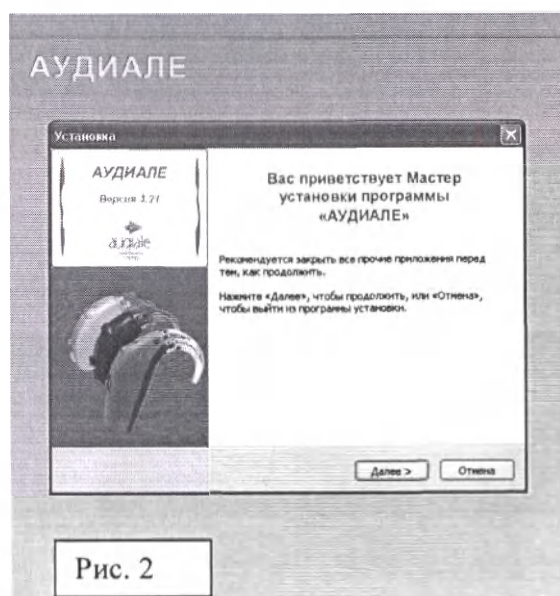

Рис. 2
4.2 Вставьте в привод CD-ROM компакт-диск с программой «Аудиале» версия 3.21. Если ПК поддерживает функцию автозапуска, то сразу после этого появится окно программы установки (Рис. 2). Если этого не произошло, самостоятельно запустите программу установки. Для этого двойным щелчком указателя «мыши» по иконке «Мой компьютер» откройте окно меню, выберите CD-ROM привод, дважды щелкните указателем «мыши» по иконке «Аудиале» и в открывшемся окне запустите установку программы с помощью файла **setup.exe** (с иконкой «audiale»).
4.3 В появившемся окне (Рис. 2) нажмите кнопку «Далее» и следуйте, в соответствии с указаниями в появившихся окнах.